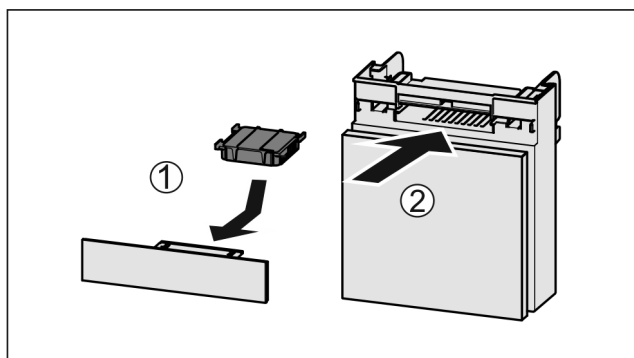

Fig. 238
- ▶ Filtr s aktivním uhlím vložte podle vyobrazení Fig. 238 (1).
- ▶ Zásuvku zasuňte Fig. 238 (2).